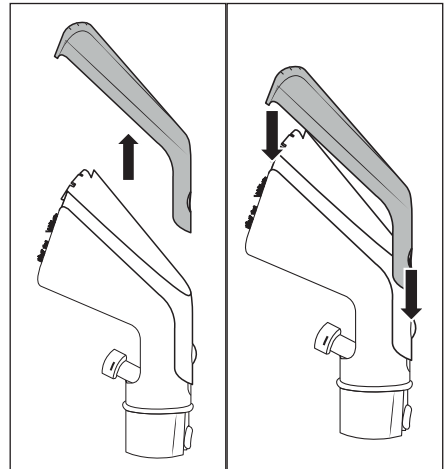

Abb. 9
- ◆ Drücken Sie die Verriegelungstaste 24 von der Reinigungsaufsatzabdeckung 23 der Polsterdüse 22 und ziehen die Reinigungsaufsatzabdeckung 23 ab (siehe Abb. 9).
- ◆ Setzen Sie die Reinigungsaufsatzabdeckung 23 auf die Polsterdüse 22. Schieben Sie diese nach unten, bis die Verriegelungstaste 24 in die Polsterdüse 22 einrastet (siehe Abb. 9).